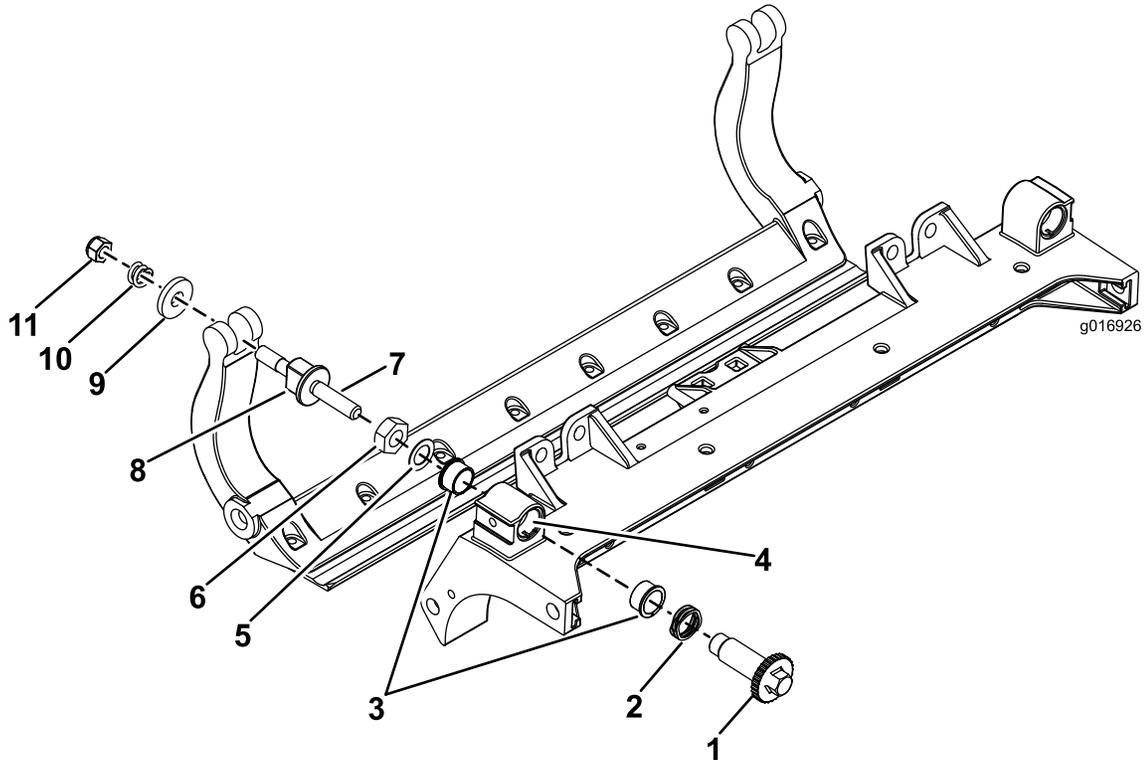

Figura 35
1. Rimuovete tutti i componenti (fate riferimento alle Istruzioni per l'installazione del kit DPA HD e a Figura 35).
2. Applicate del lubrificante antigrippaggio all'interno dell'elemento in cui vanno montate le boccole, sul telaio centrale dell'apparato di taglio (Figura 35).
3. Allineate le chiavette sulle boccole flangiate alle scanalature sul telaio e montate le boccole (Figura 35).
4. Montate una rondella ondulata sull'albero del dispositivo di regolazione e inserite l'albero all'interno delle boccole flangiate sul telaio dell'apparato di taglio (Figura 35).
5. Fissate l'albero del dispositivo di regolazione con una rondella piana e un dado di bloccaggio (Figura 35).
12. Posizionate una rondella in acciaio all'esterno di ciascuna rondella in nylon (Figura 35).
Nota: Le rondelle all'interno possono avere un gioco (Figura 35).
15. Serrate il dado su ciascun gruppo di regolazione della barra di appoggio fino a comprimere completamente la molla di compressione, quindi allentate il dado di ½ giro (Figura 35).